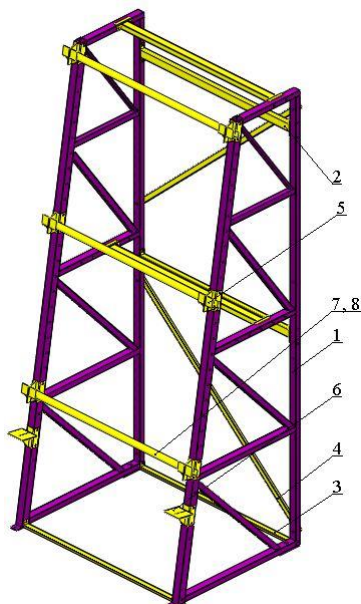
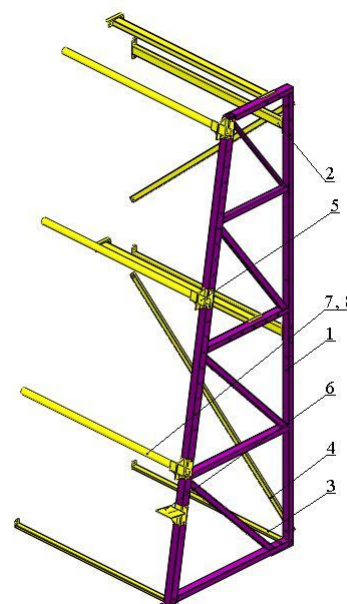

Рис. 3 Основной пролёт схема
Рис. 4 Дополнительный пролёт схема
2. Смонтировать основной пролёт, установить боковины 1, стяжки 2, 3, 4 (рис. 3).
3. Установить ложементы 5 и подножки 6 (рис. 3) на необходимой высоте.
5. Последовательным присоединением дополнительных пролётов (рис.4) собрать ряд стеллажа необходимой длины. Убедиться в том, что все без исключения боковые рамы 1 (рис. 3, 4) ряда стеллажа прикреплены к полу анкерными болтами.
1. Вставить ось 7 (рис.3) в осевое отверстие барабана и закрепить его на оси прижимными башмаками 8. При установке на стеллаж барабанов массой более 1 000 кг, следует надеть на ось трубу Ø60x5 (идёт в комплекте).